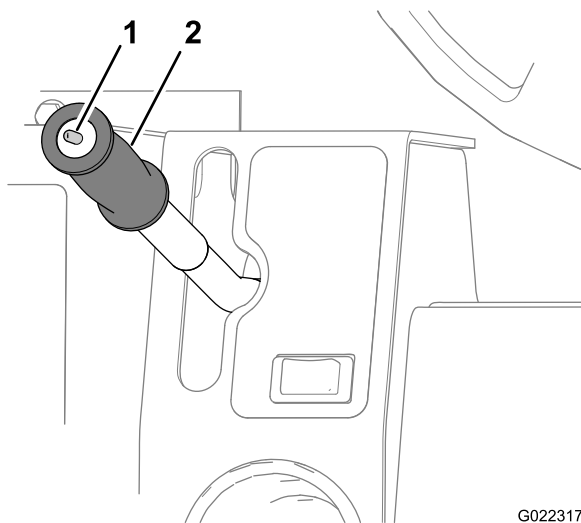

Рисунок 27
Этот перекидной переключатель (Рисунок 27) управляет режимом гидромотора, и у него есть 2 положения: транспортировка и работа. Выберите нужное рабочее положение. Нажмите переключатель назад (на себя), чтобы установить скорость в режиме «Работа» (W), или нажмите переключатель вперед (от себя), чтобы установить скорость в режиме «Транспортировка» (T).